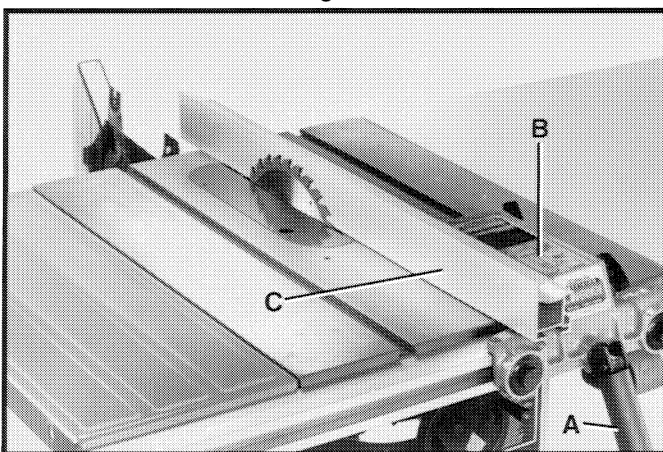

Fig. 55
1. Eleve la hoja de la sierra a su posición más alta. Con la guía (C) Fig. 55 en una posición **vertical** (alta) como se ilustra aquí, mueva la guía de la sierra (B) hacia la izquierda hasta que la cara de la guía (C) esté pareja contra la hoja de la sierra. Oprima la agarradera (a) hacia abajo para fijar el montaje de la sierra en su sitio.